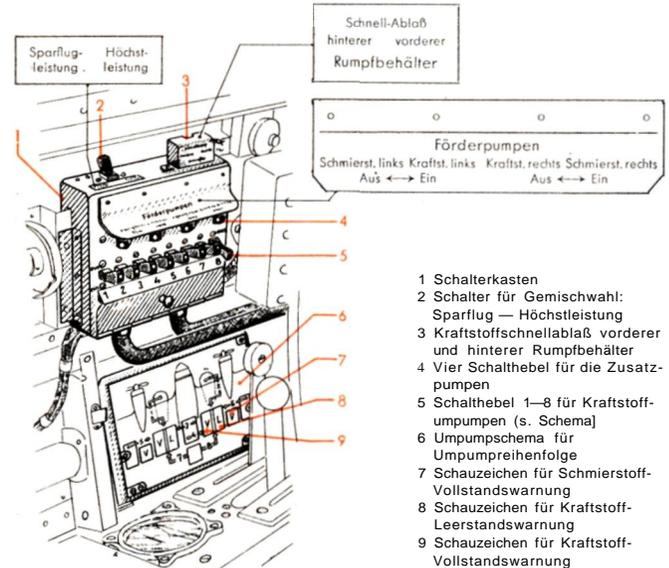
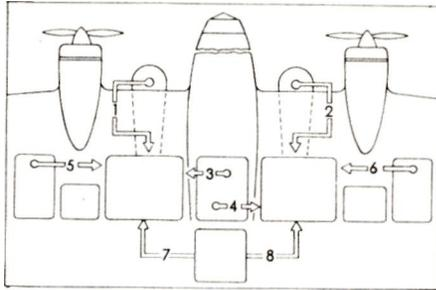

Abb. 21 Schalter für Umpumpanlage und Schnellablaß
Abb. 23 Umpumpschema
Bei Abflug, Landung und bei Höhenflügen wird die Förderung der Kraftstoffpumpen (27) durch Einschalten der elektrischen Behälterpumpen an den Entnahmebehältern unterstützt. Die Schalter für die Behälterpumpen befinden sich im Schalterkasten (40) an der linken Führer- raumseitenwand (siehe auch Abb. 21).
Da die inneren Flügelbehälter nur als Entnahmebehälter geschaltet sind, müssen beim Aufleuchten des Schanzeichens für Leerwarnung (Warnanzeige im Gerätetisch) diese durch Umpumpen von Kraftstoff aus den äußeren Flügelbehältern oder Rumpfbehältern wieder aufgefüllt werden. Die Schalter zum Einschalten der Behälterpumpen, des Impulskreuzventils und der Magnetventile in der Gebläseluftleitung sind in einem Schalterkasten an der linken Rumpfseitenwand vereinigt (Abbildung 21).
Grundsätzlich ist die Umpumpreihenfolge der Kraftstoffbehälter so, daß zuerst die abwerfbaren Außenbehälter (Schalter 1, 2), dann der hintere Rumpfbehälter (Schalter 7 und 8), dann die beiden Tragflügelaußenbehälter (Schalter 5 und 6) und zuletzt der vordere Rumpfbehälter (Schalter 3 und 4) umgepumpt werden. (Siehe auch Abb.21.) Umpumpmöglichkeit für die beiden Tragflügelaußenbehälter kommt ab April 1940 zum Einbau. Die Umpumpreihenfolge ändert sich dann. Näheres hierüber siehe im Hauptabschnitt 10 „Flugbetrieb“ unter „Kraftstoff-Umpumpanlage und Behälterschaltung“.
Das Schild des an der linken Rumpfseitenwand angeordneten Warngerätes (Abb. 23) ist als Lageplan der im Flugzeug eingebauten Kraftstoff- und Schmierstoffbehälter ausgeführt. In Abb. 21 sind die Entnahmebehälter in je zwei Hälften dargestellt, von denen die eine beim Aufleuchten eines darunter befindlichen Lämpchens als Leerwarnung (L) und die andere als Vollwarnung (V) dient.
In einem Warngerät an der linken Rumpfsseitenwand befinden sich für diese beiden Behälter Schanzeichen für die Vollwarnung (siehe unter „Warngerät für Kraftstoff-Schmierstoffbehälter“ Abb. 23).